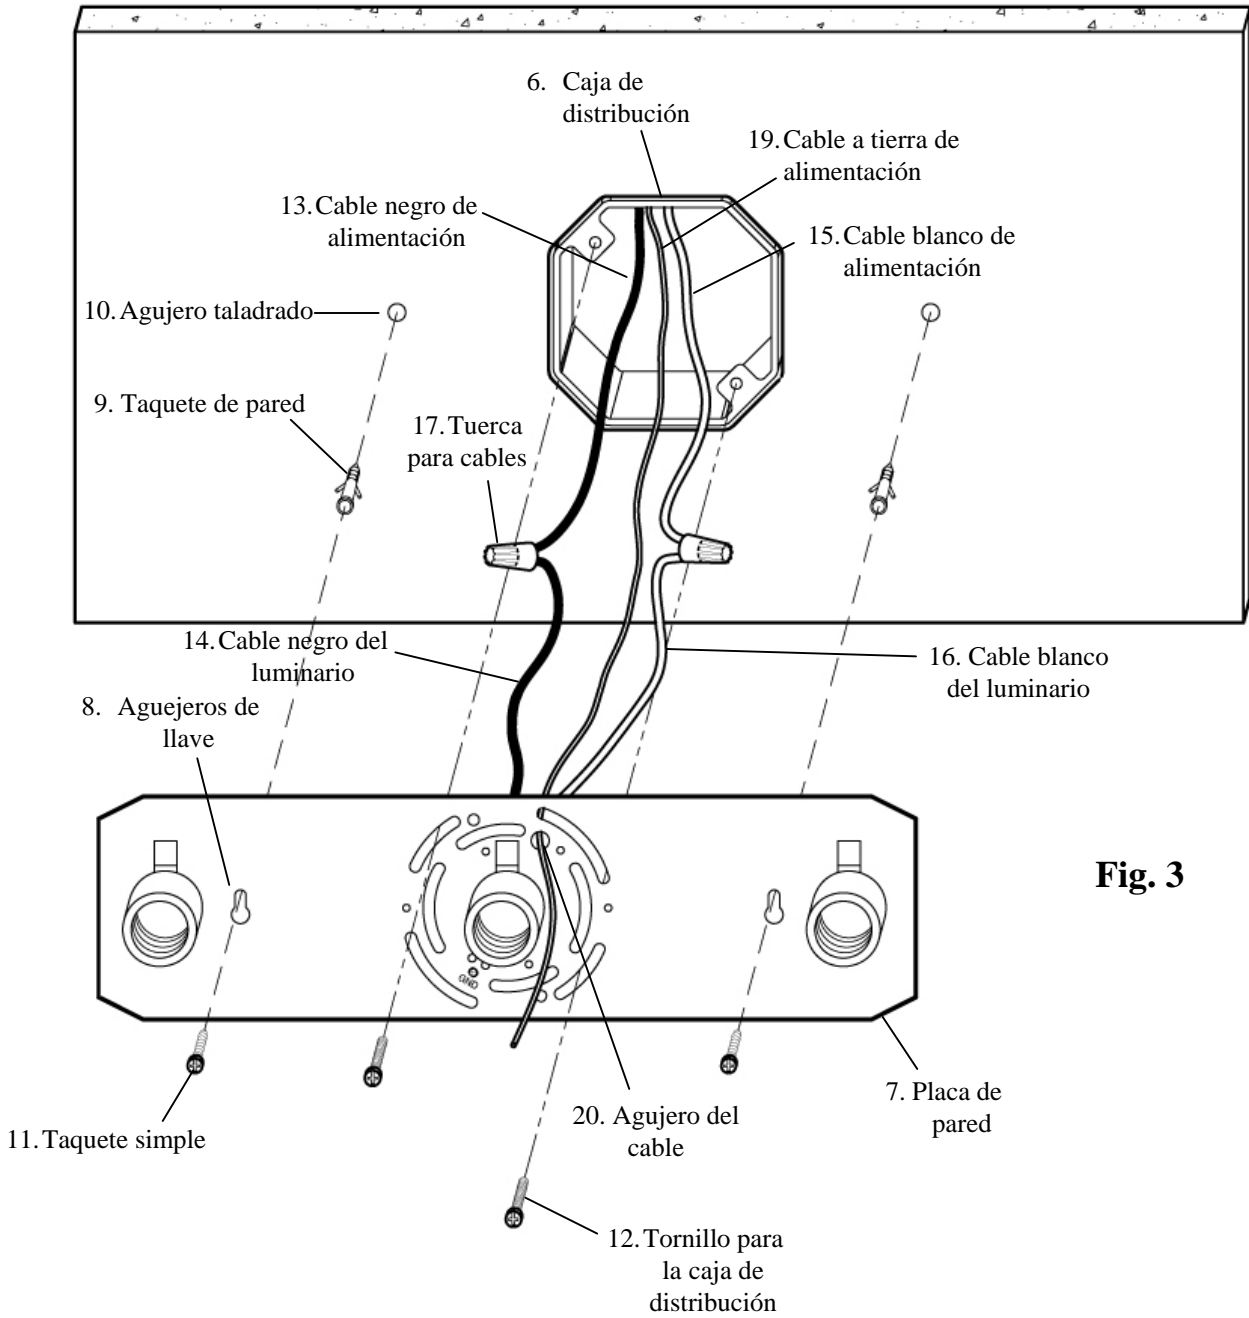

Fig. 3
1. Coloque la placa de pared (#7) sobre la caja de distribución (#6), alineando los agujeros de montaje de la placa de pared (#7) con los agujeros de montaje de la caja de distribución (#6), como se muestra. Use un nivel para asegurarse de que la placa de pared (#7) esté recta. (Fig. 3)
2. Marque la ubicación de los agujeros de llave (#8) de la placa de pared (#7) en la pared. Quite la placa de pared (#7) de la pared. (Fig. 3)
3. Taladre un agujero de ¼ pulgadas (6 mm) en el extremo angosto de cada agujero de llave (#8) marcado en la pared. Martille con cuidado un taquete de expansión (#9) en cada agujero taladrado (#10). (Fig. 3)
4. Conecte el cable negro de alimentación (#13) con el cable negro del luminario (#14) y el cable blanco de alimentación (#15) con el cable blanco del luminario (#16) utilizando las tuercas para cables (#17). (Fig. 3) Envuelva las conexiones con cinta de aislar para una conexión más segura. *Nota: Si tiene preguntas con respecto a las conexiones eléctricas, consulte el código eléctrico local para los métodos aprobados para las de conexiones a tierra.*
5. Pase el cable a tierra de alimentación (#19) a través del agujero del cable (#20) de la placa de pared (#7). (Fig. 3)
6. Vuelva a colocar la placa de pared (#7) sobre la caja de distribución (#6), alineando el extremo angosto de cada agujero de llave (#8) con su respectivo taquete de expansión (#9). Pase los taquetes simples (#11) por los agujeros de llave (#8) y enrósquelos en los taquetes de expansión (#9) hasta que la placa de pared (#7) quede al ras de la pared. De manera adicional, pase los tornillos para la caja de distribución (#12) por los agujeros de montaje de la placa de pared (#7) y enrósquelos en los agujeros de montaje de la caja de distribución (#6), como se muestra. Saque los cables de alimentación de la caja de distribución (#6) y páselos por el agujero central de la placa de pared (#7). (Fig. 3)